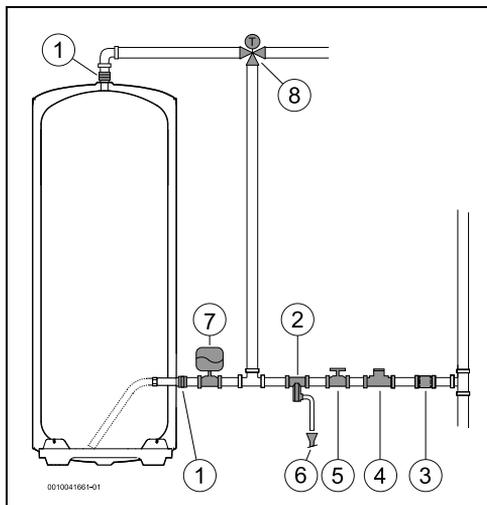

Fig. 14 Ligação de água (300)
- ▶ instalar uma válvula redutora (Fig. 14, [4]). A válvula de segurança vai atuar sempre que a pressão da água no aparelho for superior a 8 bar ( $\pm 1$  bar), pelo que é necessário prever uma forma de canalizar o escoamento dessa água.
- ▶ instalar um vaso de expansão (Fig. 14, [7]) para evitar que a abertura da válvula de segurança seja tão frequente. O volume do vaso de expansão deve ser o equivalente a 5% do volume do aparelho.